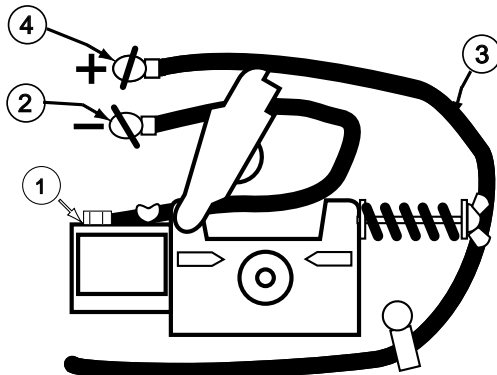

FIGURE A.3
2. Faire passer l'extrémité du câble de retour portant la cosse à oeillet le plus petit dans le trou d'accès du câble de retour (1) à l'avant du boîtier.
3. Faire passer le câble sous la boîte d'engrenages du dévidoir (6) et autour de celle-ci.
4. **Pour l'Innershield uniquement :** Se reporter à la figure A.3. Pour obtenir la polarité négative (nécessaire pour le procédé Innershield), connecter le câble court fixé au bloc connecteur (1) à la borne de sortie négative (-) (2) et le câble de retour (3) à la borne positive (+) (4).